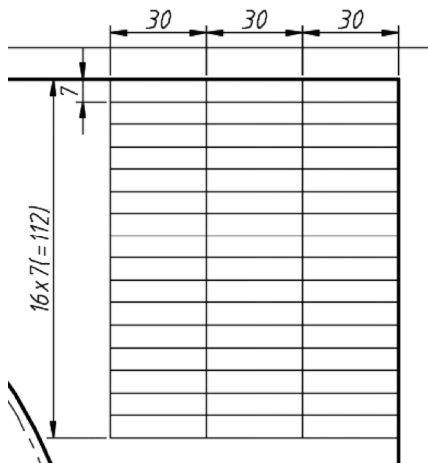

图 13-76 初步绘制表格
- ④ 单击“关闭图案填充创建”按钮。
- ① 使用 LINE 命令、OFFSET 命令等在图框右上角绘制图 13-76 所示的表格。